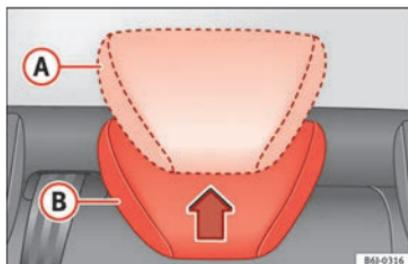

Fig. 49 Réglage des appuie-tête arrière.
- Position relevée ou d'utilisation **(A)** » fig. 49. Dans cette position, l'appuie-tête se comporte comme un appuie-tête normal,
- Position de repos, pas d'utilisation **(B)** » fig. 49. Cette position augmente la visibilité arrière pour le conducteur.